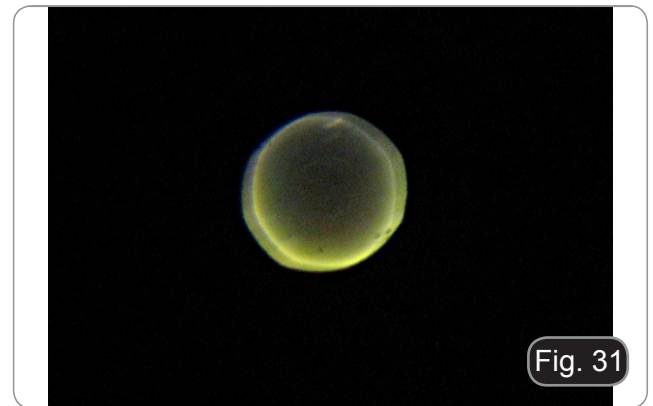

Fig. 31
- Si el condensador no está perfectamente centrado o si el condensador no está a la altura exacta (demasiado alto o demasiado bajo), la imagen proyectada será similar a la de la Fig. 31.